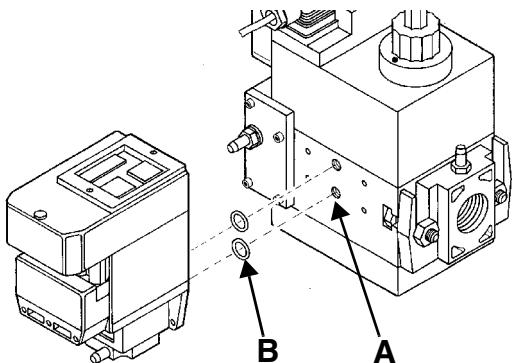
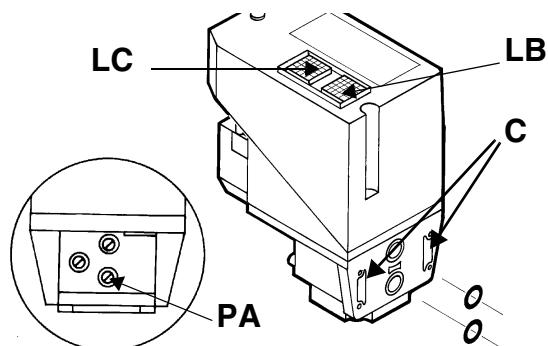

Рис. 14
Рис. 15
- 2). снять крепежные винты группы Multibloc (Рис. 14-А)
- 3). вставить уплотнительные кольца (10,5x2,25) в VPS 504 (Рис. 15-В, Рис. 14-В)
- 4). закрутить 4 винта блока контроля герметичности (M4x16) Рис. 14-С.
Для проверки работы, подсоединить манометр к штуцеру для отбора давления **PA** (Рис. 15). Если проверка завершилась положительно, через несколько секунд зажжется жёлтая лампочка **LC**. В противном случае загорится красная лампочка блокировки **LB**. Чтобы перезапустить горелку, необходимо разблокировать блок управления нажатием на светящуюся кнопку **LB**.